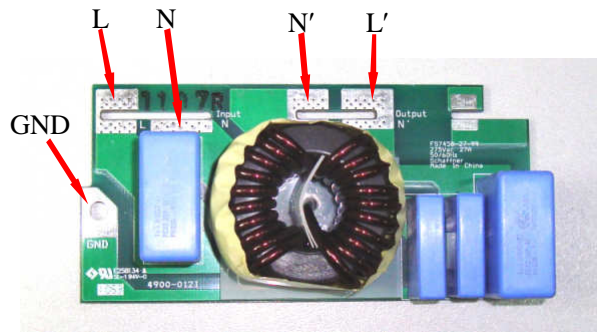

Рис. 4.11.
- 4.8.2. Произвести визуальный осмотр платы. В случае обнаружения повреждённых элементов или перегоревших печатных проводников плата подлежит замене. Проверить мультиметром цепи по табл. 4.2 и рис. 4.11. В случае несоответствия показаний прибора значениям таблицы 4.2, плата ЭМИ-фильтра подлежит замене согласно п. 5.4.
4.14.2. Подключить потенциометр к входным клеммам управления, как показано на рис. 4.11. Подключить один из концов проволочной перемычки к клемме COM.